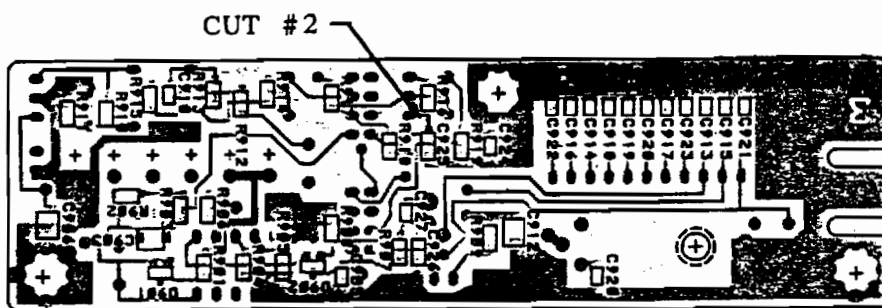

FIGURE 2
2. CUT PATTERN BETWEEN R916 AND C925 ON SOLDER SIDE (SEE FIGURE 2).